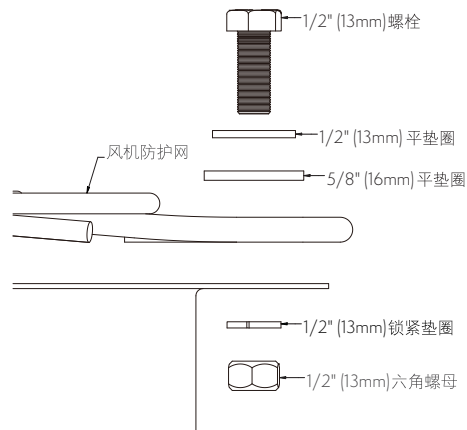

图 26 - 风机防护网连接紧固件
4. 将每个风机防护网组件上的12个孔眼与各风机筒上预先钻好的1/2" (13mm)孔对齐，按照图26所示，使用1/2" (13mm)紧固件将风机防护网固定在风机筒上。